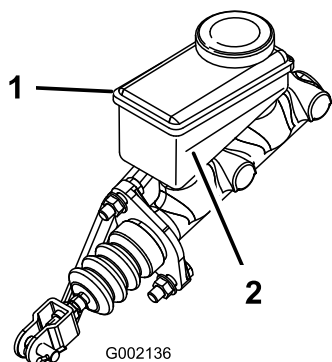

Рисунок 53
3. Проверьте уровень жидкости в боковой части бачка (Рисунок 53).
- В. Доливайте тормозную жидкость DOT 3 в бачок, пока ее уровень не будет выше отметки «Минимум» (Рисунок 53).